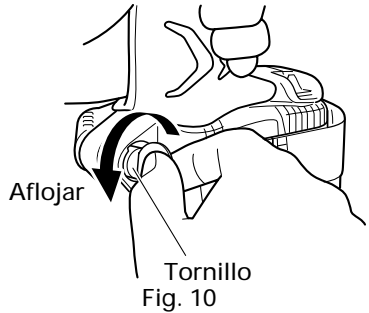

Fig. 10
(2) Cambio de la posición del gancho
- (a) Sujete firmemente la unidad principal y saque el tornillo usando un destornillador de cabeza ranurada o una moneda. (Fig. 10)
- (c) Instale el gancho y el resorte en el otro lateral y asegure firmemente con el tornillo. (Fig. 10)